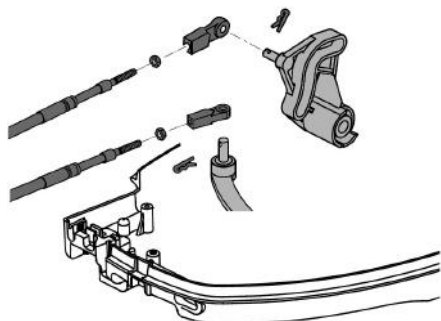

Рис. 14 Подключение тросов к мотору
6. Установите наконечники тросов переключения передач и управления дроссельной заслонкой на рычаги и зафиксируйте их шплинтами (Рис. 14).
Вставьте пластину вместе с оболочками тросов в корпус мотора (Рис. 14).